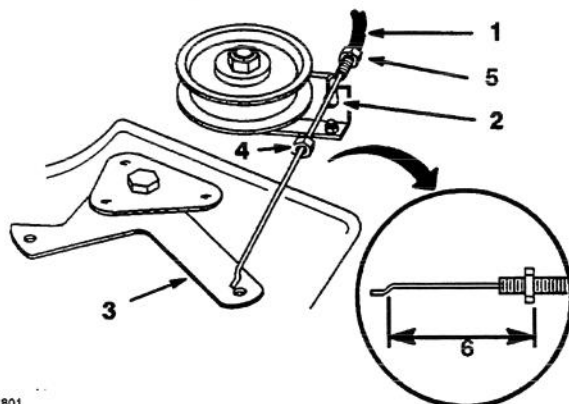

Figure 8
10. Enfiler complètement le premier écrou de blocage sur le câble de commande (prise de force) de la lame. Acheminer le câble dans la fente du support du tablier et enfiler le deuxième écrou de blocage sur le câble (Fig. 8).
11. Accrocher l'extrémité en "Z" du câble de commande (prise de force) de la lame dans le bras du levier coudé (Fig. 8).
12. Engager le levier de la prise de force sur le tablier. Mesurer la distance entre l'extrémité en "Z" du câble et le support de montage (Fig. 8). Ajuster les écrous de blocage de façon à obtenir 89 mm (Fig. 8).